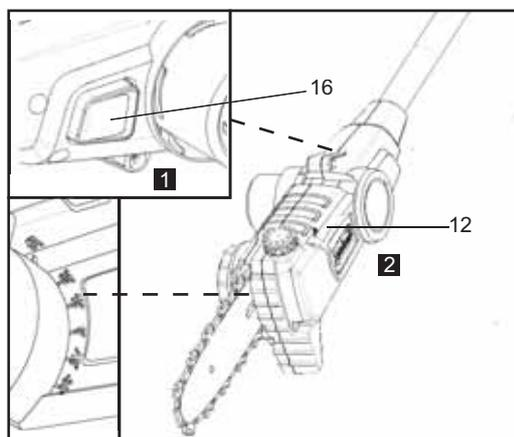

Fig. 26
- > Appuyez sur le bouton de déverrouillage [16] et le maintenir en position. (Fig. 26, étape 1)
- > Relâchez le bouton de déverrouillage [16] et continuez à déplacer la tête de coupe [12] jusqu'à ce qu'elle se verrouille en position. (Fig. 26, étape 2)